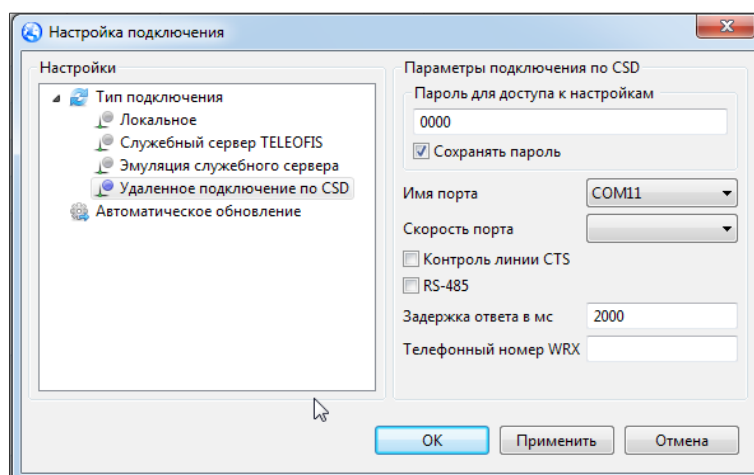

Рис. 27. Настройка подключения через CSD модем.
5. В окне «Настройка подключения» выберите «**Удалённое подключение по CSD**» и пропишите параметры подключения: имя и скорость виртуального COM порта подключённого GSM модема, пароль для доступа и телефонный номер терминала WRX, на который будет поступать исходящий CSD вызов (Рис. 27).